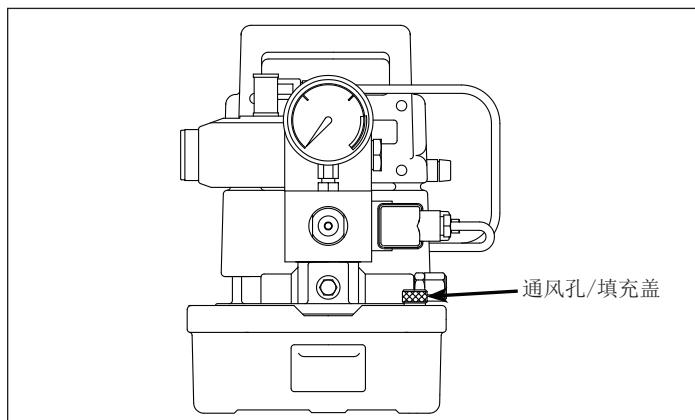

图 4, 通风孔/填充盖
松动并拆下通风孔/填充盖，检查油位（见图 4）。添加 Enerpac 液压油，直至油位达到通风孔/填充盖开口下 1 cm [½ in] 处。
3. 转动位于油箱前部右侧角落的泵通风孔/填充盖整整 1 圈或 2 圈，将其打开（见图 4）。